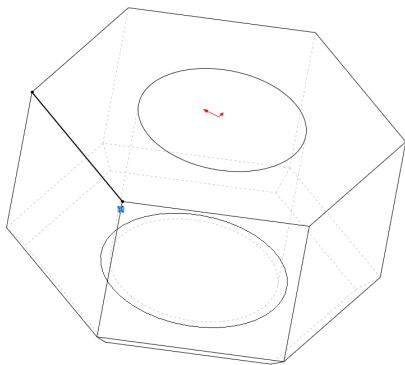

图 2-64 创建相交草图对象
(4) 执行操作后，即可创建相交草图对象，效果如图 2-64 所示，退出草图绘制环境。